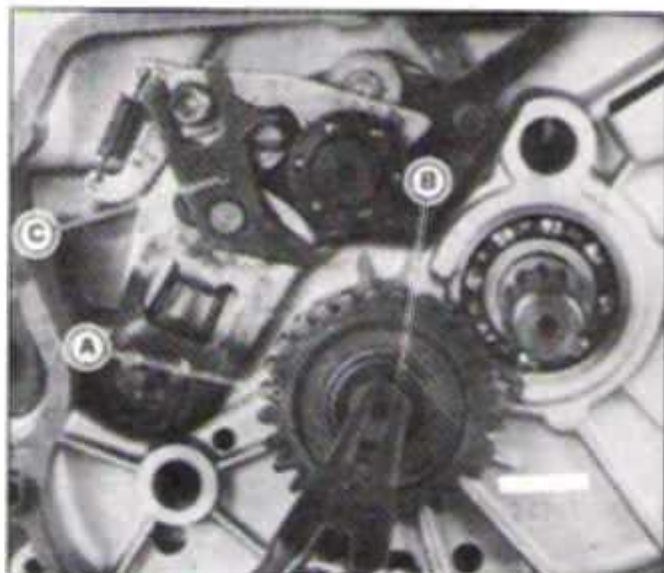

FIG. M17 - A. ENGRENAGEM INTERM. DO ARRANQUE
4. Retirar o anel elástico da engrenagem intermediária de arranque, montada louca sobre o eixo secundário. Figura M17.